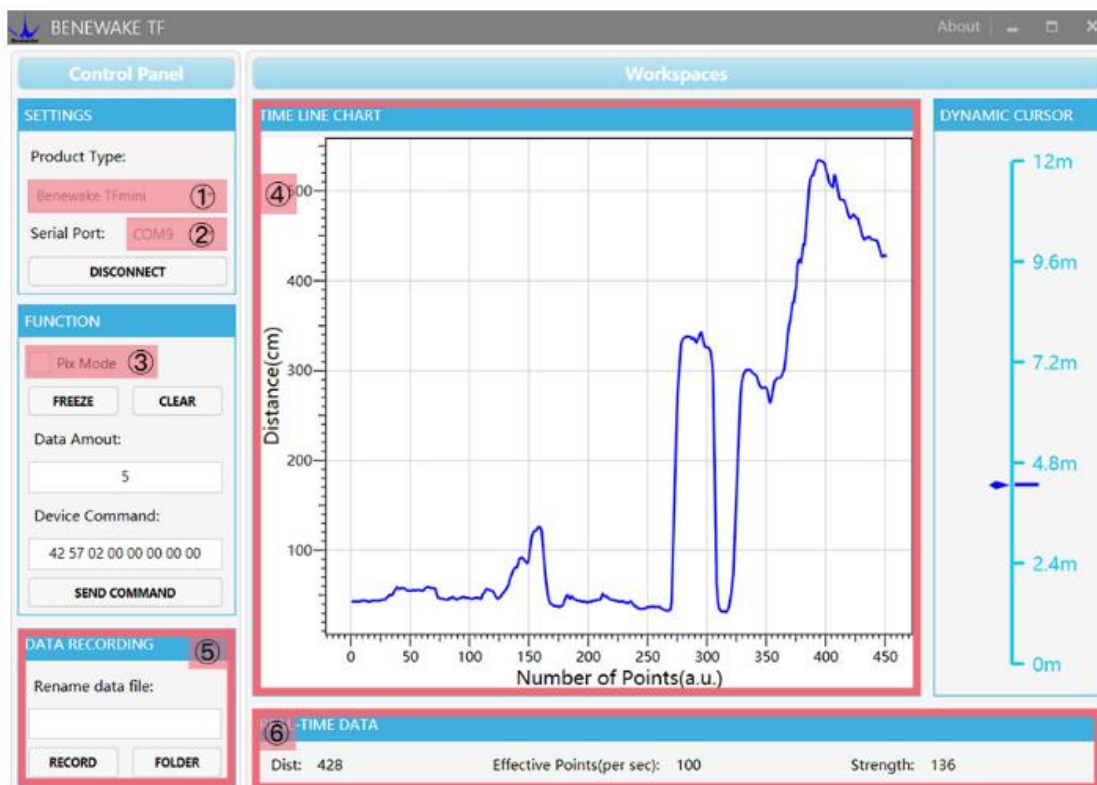

图 5-2 上位机界面及显示
(3) 上位机连接与读数
如图 5-2, 打开 TF 上位机, 选择『① TFmini』, 并选择自动识别的占用串口 (这里是『② COM57』)。然后, 点击『CONNECT』进行上位机连接。连接成功后, 右侧『④ TIME LINE CHART』区域会出现连续输出的数据图像, 下方『⑥ REAL TIME DATA』区实时显示当前测试距离 (Dist)、每秒有效数据量 (Effective Points) 和信号强度 (Strength)。